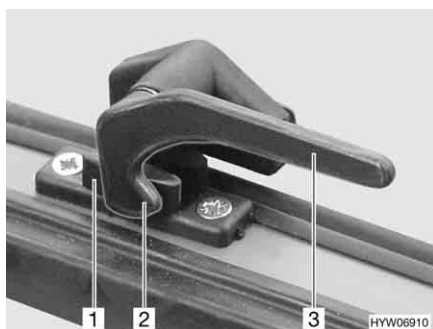

Fig. 52 Levier de verrouillage en position "Fermé"
- Tourner le levier de verrouillage (Fig. 52,3) d'un quart de tour vers le centre de la fenêtre.
- Tourner le levier de verrouillage (Fig. 52,3) d'un quart de tour vers le cadre de la fenêtre. Le tenon de verrouillage (Fig. 52,2) se trouve sur le côté intérieur du verrouillage de fenêtre (Fig. 52,1).
- En position "Fermé" (Fig. 52)